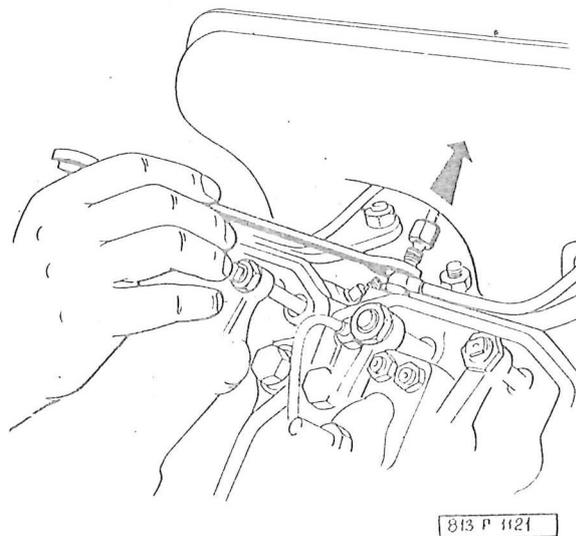

Abb. 03-10 Abbau der Sammel-Abfallrohrleitung des Kraftstoffes
1. Die Kraftstoffleitungen abbauen: von der Einspritzpumpe zu den Einspritzventilen, die Sammel-Abfallrohrleitung von den Einspritzventilen (Abb. 03-10) und von der Einspritzpumpe. Trennen die Rohrleitung vom Kraftstoff-Grobfilter.